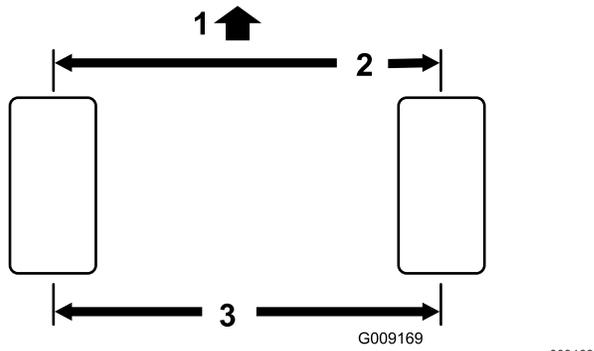

図 48
5. 前輪の前と後ろで、左右のタイヤの中央線間距離を測る計測はアクスルの高さで行う(図 48)。